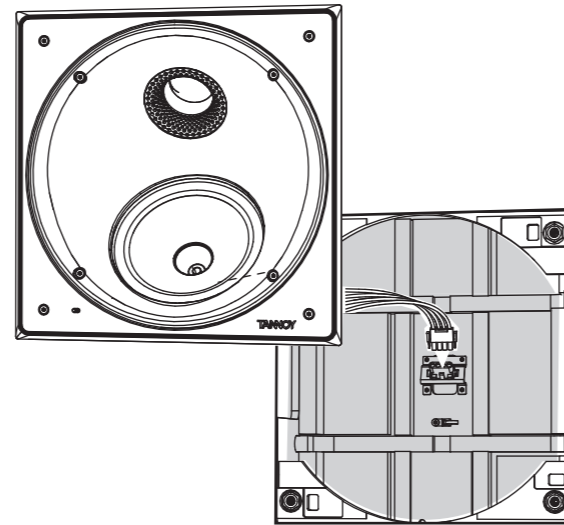

Fig. 6. Connecting the speaker wiring to the back can
4. Högtalarenheten kan nu anslutas till baksidan med fyra skruvar enligt bilden. Var noga med att inte klämma ihop eller klämma i högtalarkablarna, eller med fingrarna eller slipsen (Bild 6).